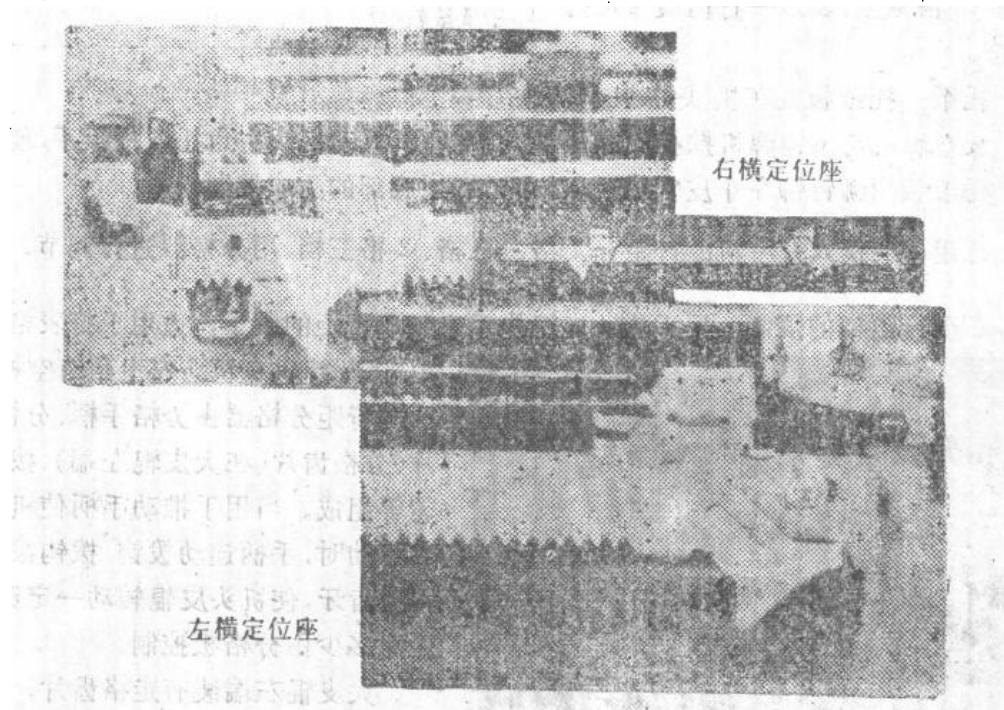

图 2-9
G. 左、右横定位座 机头左、右横定位座（见图 2-9）是用来选择压纸杆标尺上 88 格的使用范围。撤下白色塑料左横定位座钮，以钮上红线为准，调节纸左边的留空距离；撤下右横